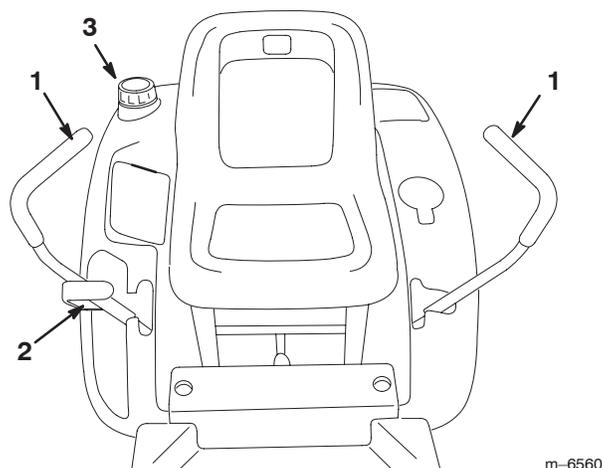

Figure 4
2. Nettoyez la surface autour du bouchon du réservoir de carburant et enlevez le bouchon (Fig. 4). Ajoutez suffisamment d'essence ordinaire sans plomb pour que le niveau se trouve entre 6 et 13 mm (1/4 et 1/2 pouce) au-dessous de la base du goulot de remplissage. L'espace au-dessus doit rester vide pour permettre à l'essence de se dilater. Ne remplissez pas le réservoir complètement.
3. Revissez fermement le bouchon du réservoir (Fig. 4). Essuyez l'essence éventuellement répandue.